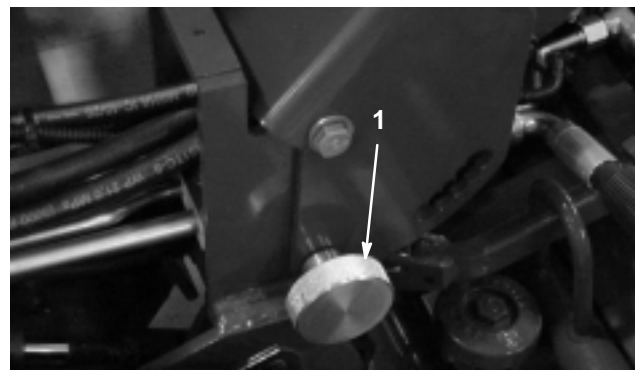

Figure 3
3. Retirez la goupille fendue de fixation du bouton de blocage du bras de direction (Fig. 3) et déposez le bouton.